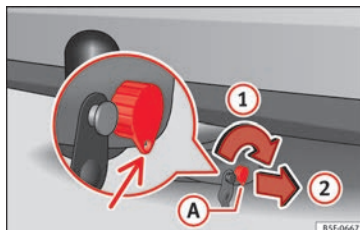

Fig. 230 Bloquear cerradura
- Gire la llave **A** en el sentido de la flecha **1** hasta que la parte agujereada de la llave llegue a su posición inferior » **fig. 230**.